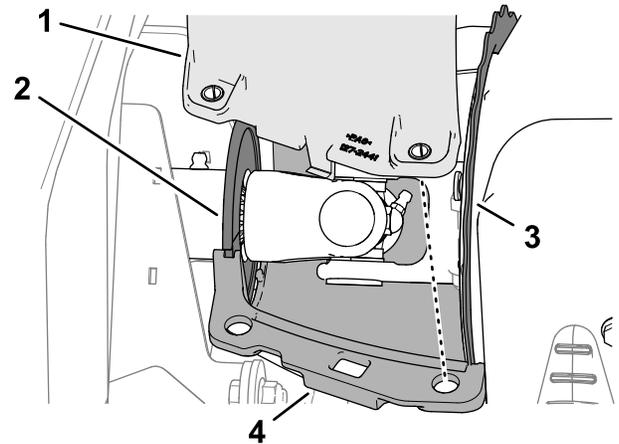

图 67
1. 将顶部和底部发电机冷却空气罩中的凹槽与驱动轴刷式密封和发电机罩法兰对齐图 67。